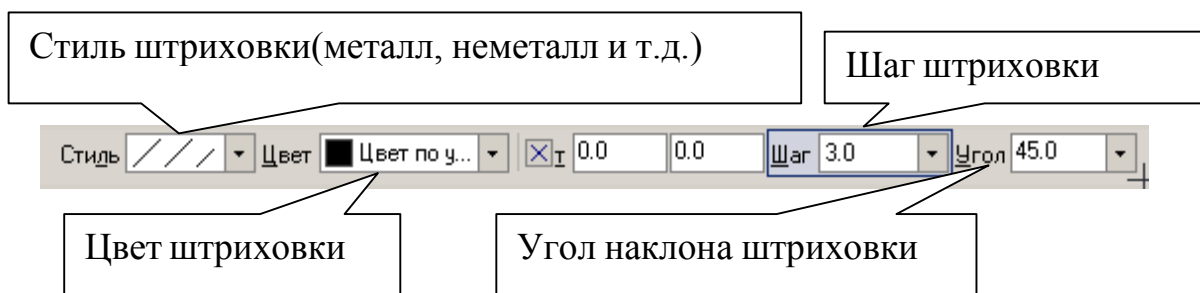

Рис. 8
7. Для выполнения штриховки на панели **Геометрия**, активизируйте команду **Штриховка** . Параметры штриховки при ее создании и редактировании отображаются в отдельных **полях Строки параметров**, рис. 8.